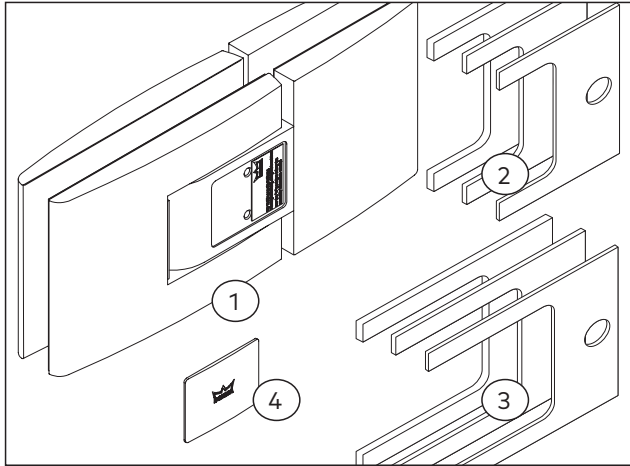

Abb. 12 Lieferumfang der Glas an Glas-Befestigung!
- ▶ 2 x Pendeltürband (Abb. 12/1)
- ▶ Zwischenlagen Seitenteil je 4 x in 3 verschiedenen Dicken: 1 mm, 2 mm, 3 mm (Abb. 12/2)
- ▶ Zwischenlagen Glastürflügel je 4 x in 3 verschiedenen Dicken: 1 mm, 2 mm, 3 mm (Abb. 12/3)
- ▶ 12 x Anschlagkappe in 3 verschiedenen Farben (Abb. 12/4)